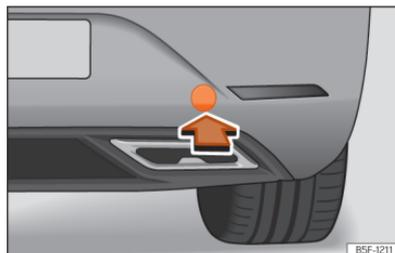

Fig. 218 No lado direito do para-choques traseiro: retirar a tampa.
O alojamento para a argola de reboque enrosável encontra-se na parte direita do para-choques traseiro, atrás de uma tampa »» **Fig. 218.**
- Pressione sobre a zona inferior da tampa »» **Fig. 218** para desencaixá-la.